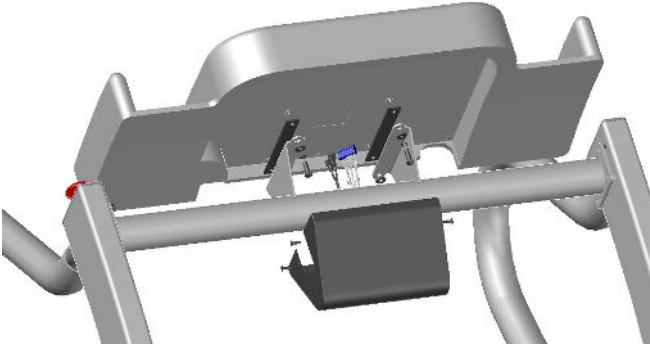

Figura 5-2
3. La Figura 5-2 muestra los componentes de montaje incluidos con el envío de la máquina para caminar. El kit contiene:
- (4) tornillos de ¼-20